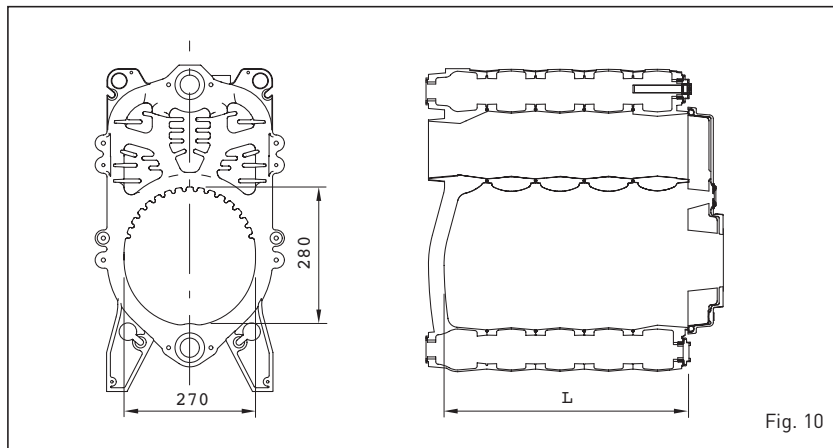

Fig. 10
3.1 DIMENSIONES CAMARA DE COMBUSTION (fig. 10)
Las dimensiones están enunciadas en la fig. 10. Un respectivo tablero de protección está aplicado sobre la pared interior del cabezal posterior de todos los modelos.